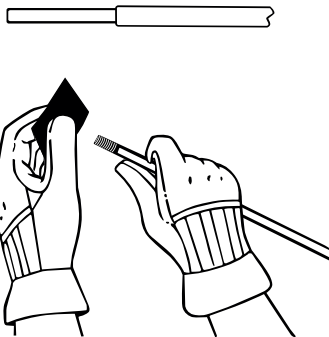

Fig. 1
1. Corte las secciones dañadas de la varilla con una sierra para metales de dientes finos o un cuchillo afilado. Quite aproximadamente 1-1/2" del revestimiento de protección. No corte ni aplaste el núcleo de fibra de vidrio (Fig. 1).
2. Use la tela de lija para dar una ligera aspereza a la superficie del extremo del núcleo de fibra de vidrio (Fig. 1).